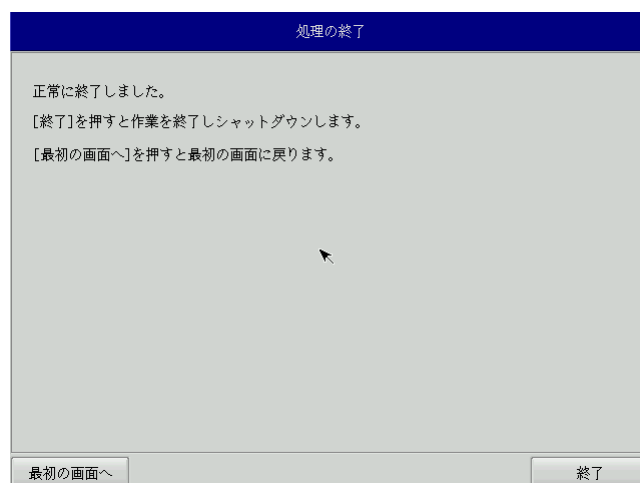

図 5-2-8. 終了画面
- ⑪ 終了画面（図 5-2-8）が表示されるとバックアップファイルの書き込みは完了です。[終了]ボタンを押して電源を落とし、リカバリ USB メモリ、バックアップ USB を外します。